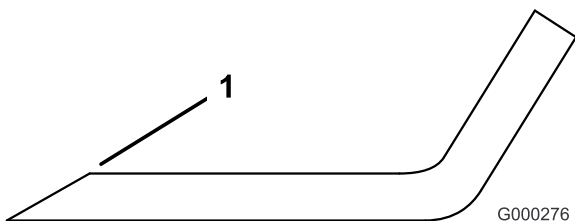

Figure 131
3. Examinez les tranchants de toutes les lames et aiguisiez-les s'ils sont émoussés ou ébréchés (Figure 131).
Remarque: N'aiguissez que le haut du tranchant et conservez l'angle de coupe d'origine pour obtenir une coupe nette (Figure 131). Limez la même quantité de métal sur les deux tranchants pour ne pas déséquilibrer la lame.